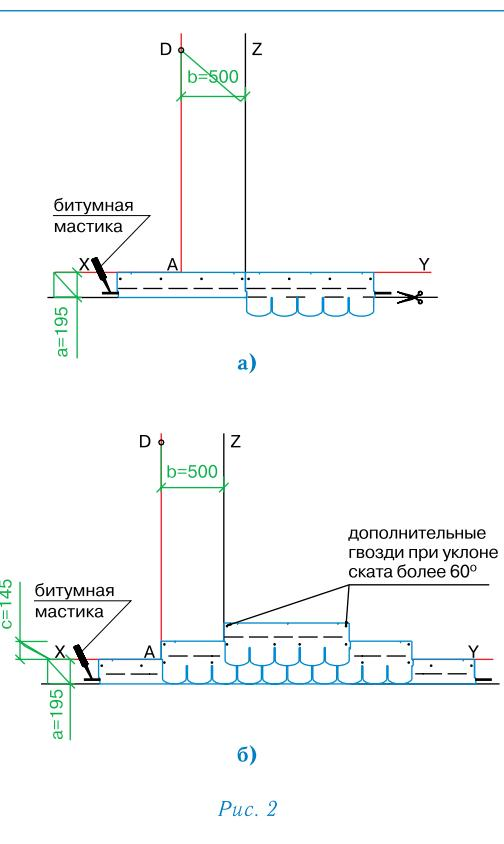

Рис. 2
Укладка материала (рис. 2)
- Начальный ряд формируется из листов черепицы ВЕРОНА обрезанных по линии, образованной конечными точками вырезов. Полученные таким образом полосы шириной 19,5 см укладываются по линии карниза в обе стороны от линии Z (рис. 2а) и фиксируются по нижнему краю битумной мастикой, а по верхней кромке 4 гвоздями (ось гвоздей на 5 см ниже верхнего края полосы);
- далее первый ряд черепицы укладывается от линии AD (рис. 2б);
- второй ряд укладывается от линии Z (со смещением 50 см от AD) (рис. 2б);